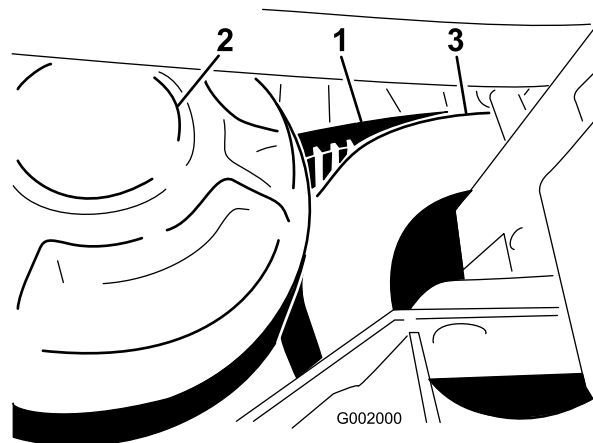

Figura 61
- Rode e coloque a correia sobre a embraiagem secundária (Figura 61).